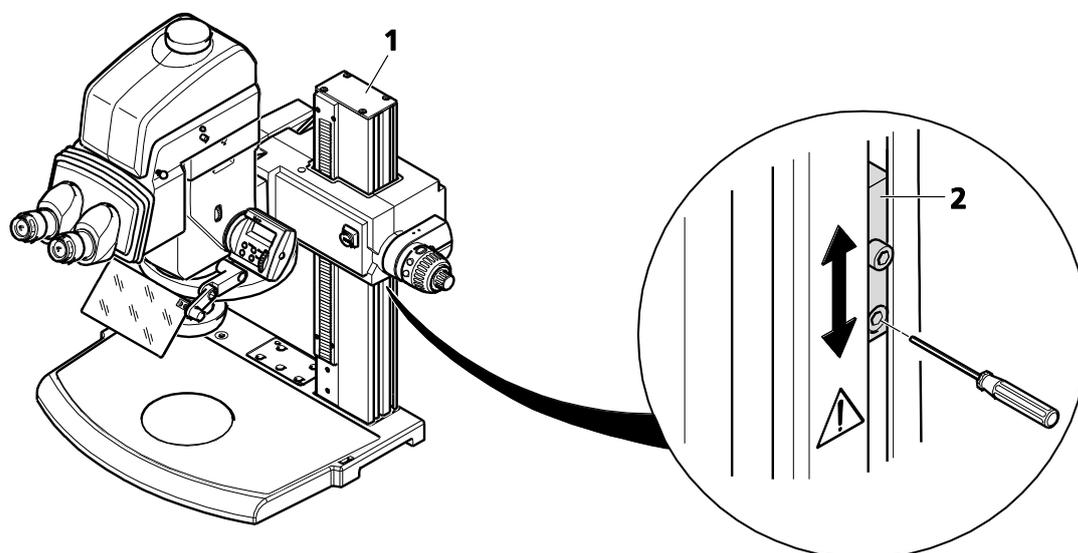

Fig. 29 Réglage de la course
Après avoir procédé à l'installation de l'appareil et à sa première mise en marche, le contacteur de fin de course inférieur (Fig. 29/2) de la colonne (Fig. 29/1) de la commande de mise au point doit être réglé de la position de livraison à une position de travail afin d'éviter toute collision entre l'objectif et la platine/l'échantillon.
- Libérer le contacteur de fin de course inférieur (Fig. 29/2) à l'aide du tournevis à tête sphérique.